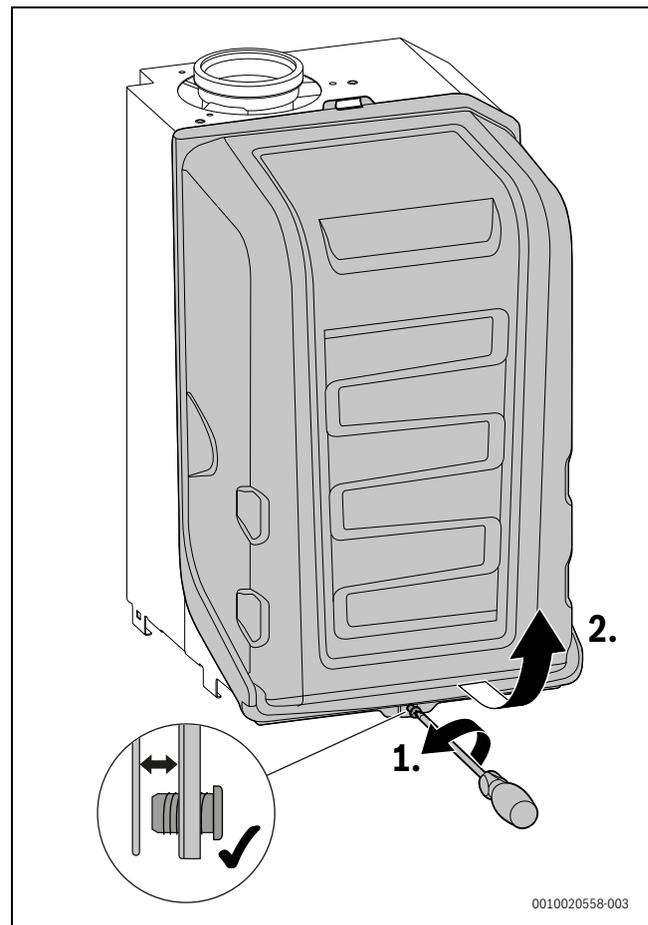

Fig. 102 Retirer le capot du brûleur
- ▶ Retirer le capot du brûleur (→ fig. 102, page 56).